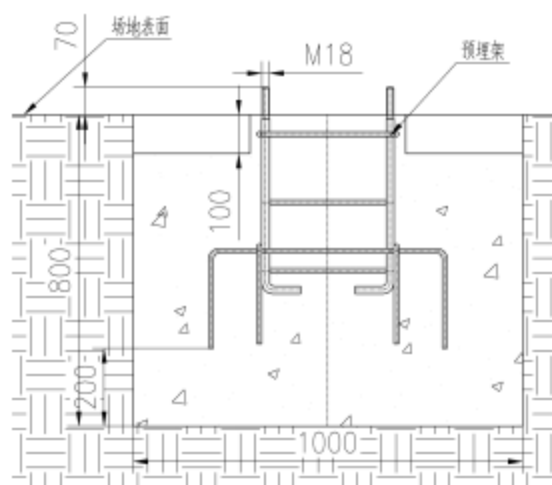

图5
- 4) 向混凝土基坑中浇注混凝土，浇注至距场地表面100mm处（如图5）；